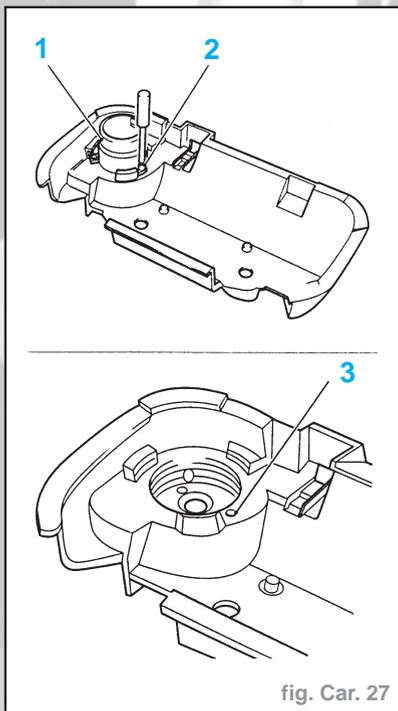

fig. Car. 27
- Chasser la tige de serrage (2) avec un mandrin (diamètre 2,5 mm). Le trou ainsi créé (3) n'entraîne aucun dommage. Extraire le carter de barillet de fermeture (1) de l'arrêt (fig. Car. 27).